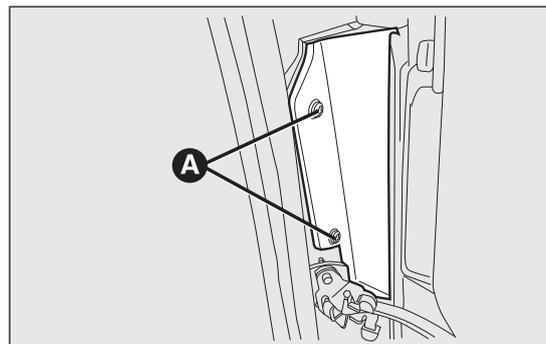
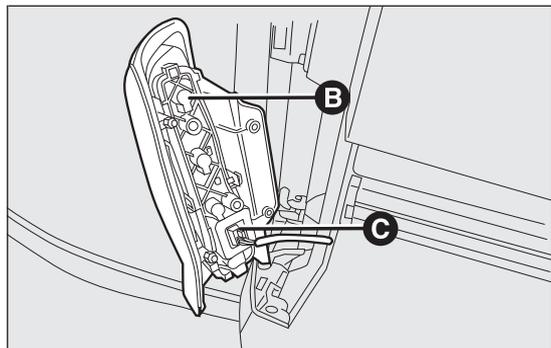

fig. 140
fig. 141
- dévisser les vis A fig. 140 pour avoir accès au groupe optique B fig. 141 ;
- enlever le connecteur C fig. 141.